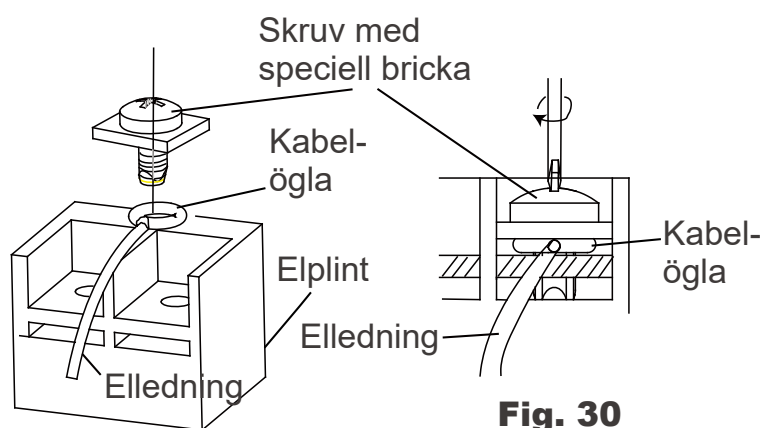

Fig. 30
- (1). Skala av isoleringen på ledaren c:a 10 mm.
- (2). Lossa skruven på elplinten för anslutningen.
- (3). Montera lödfri kabelsko på varje ledare.
- (4). Placera ögla på elplinten och drag åt skruven (Fig. 30 på nästa sida).